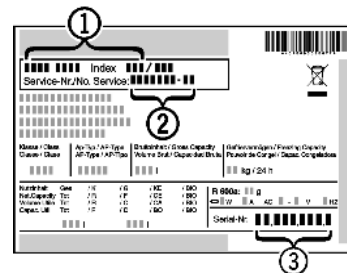

Fig. 15
- ▶ Odczytać z tabliczki znamionowej ozna- czenie urządzenia Fig. 15 (1), nr serwisowy Fig. 15 (2) oraz numer seryjny Fig. 15 (3). Tabliczka znamionowa znajduje się po lewej stronie wewnątrz urządzenia.
- ▶ Poinformować serwis i podać opis zakłócenia, oznaczenie urządzenia Fig. 15 (1), nr serwisowy Fig. 15 (2) oraz numer seryjny Fig. 15 (3).